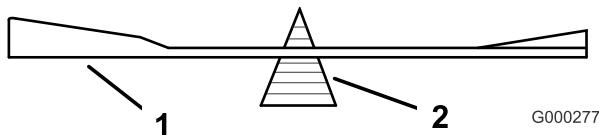
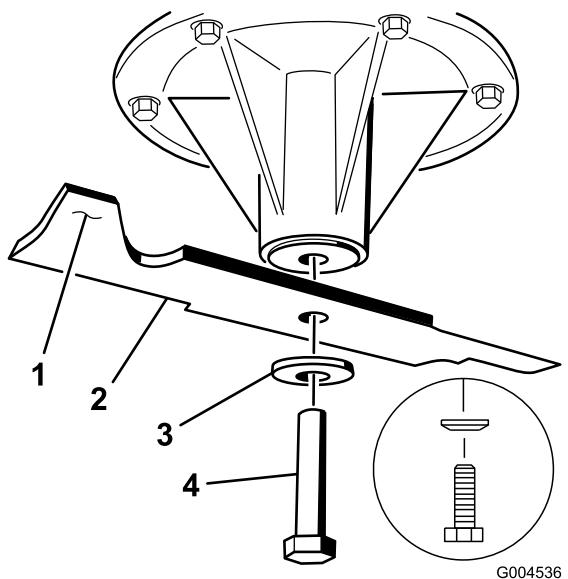

Figure 98
Figure 99
2. Vérifiez l'équilibre de la lame en la plaçant sur un équilibrEUR (Figure 98). Si la lame reste horizontale, elle est équilibrée et peut être utilisée. Si la lame est déséquilibrée, limez un peu l'extrémité de la partie relevée seulement (Figure 99). Répétez cette procédure jusqu'à ce que la lame soit équilibrée.
1. Placez la lame sur l'axe (Figure 99).
2. Mettez en place la rondelle élastique et le boulon de la lame. Le côté bombé de la rondelle élastique doit être dirigé vers la tête du boulon (Figure 99). Serrez le boulon à un couple de 115 à 150 Nm (85 à 110 pi-lb).